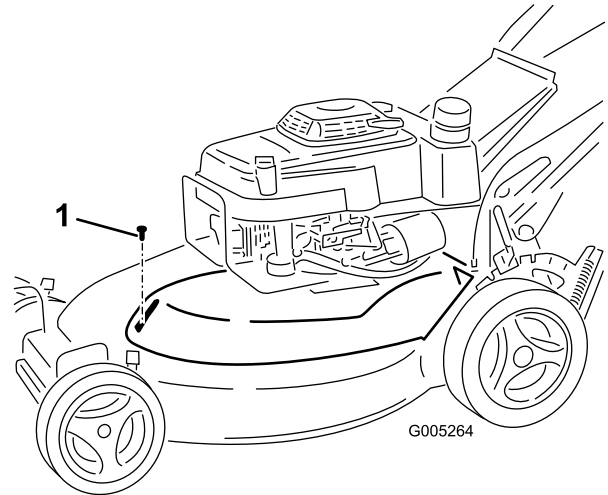

Figure 31
3. Enlevez la vis de fixation du couvercle de courroie au carter du plateau de coupe (Figure 31).